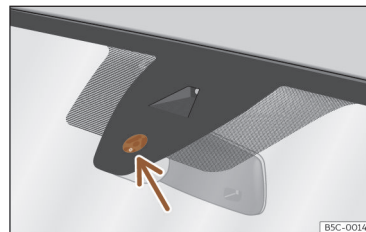

Fig. 109 Surface sensible du détecteur de pluie.
Les possibles causes d'anomalies et d'interprétations erronées dans la zone de la surface sensible >>> fig. 109 du détecteur de pluie peuvent être :
- **Saletés** : la poussière sèche, la cire, le revêtement des glaces (effet lotus) ou les restes de détergent (station de lavage) peuvent réduire l'efficacité du détecteur de pluie, ralentir son temps de réaction ou annuler son fonctionnement. Nettoyez régulièrement la surface sensible du détecteur de pluie >>> fig. 109 (flèche) et vérifiez l'état des balais.